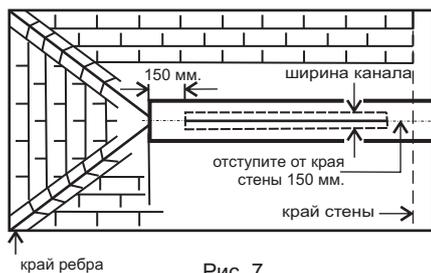
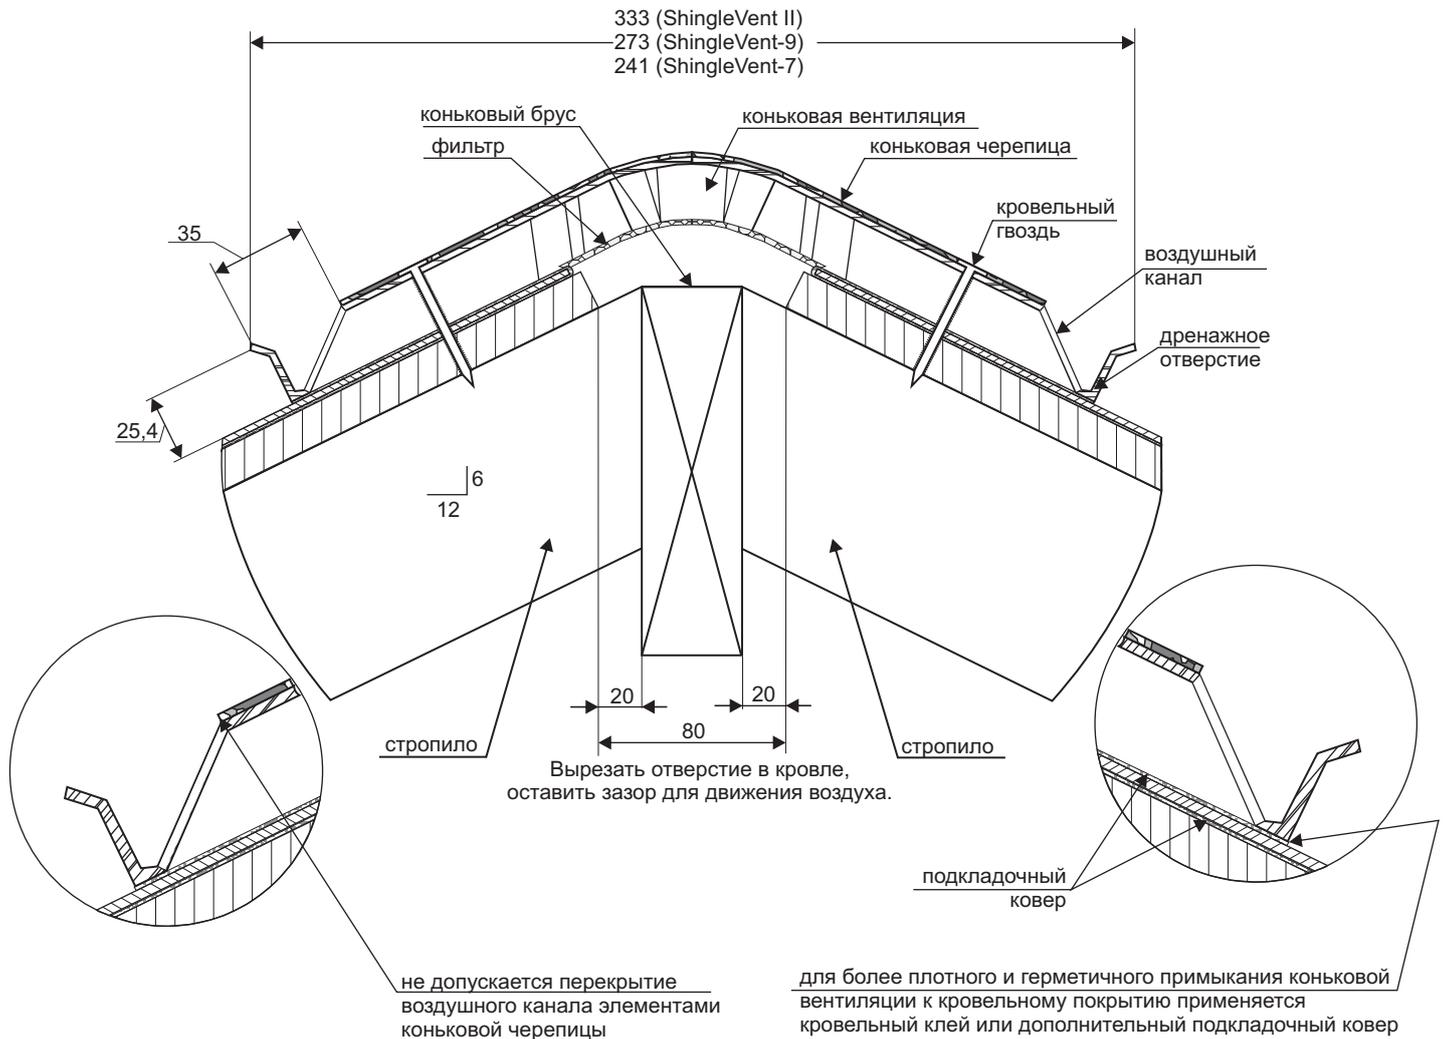

Рис. 7
Рис. 10 Крыша из стропильных ферм с коньковым брусом
7. Подготовьте кровлю к монтажу ShingleVent II: удалите существующие элементы кровельного покрытия (коньковую черепицу) с конька/ребра крыши Рис.1; произведите разметку вентиляционного канала (для этого, в качестве шаблона, используйте специальные продольные метки на ShingleVent II); по средствам разметочного шнура и карандаша (мела), очертите контур вентиляционного канала (так, как это показано на Рис.7, 8, 9); установите глубину надпила дисковой пилы, так, чтобы избежать повреждения стропил и ферм крыши (следуйте рисункам приведенным ниже); аккуратно, по разметочной линии, не повреждая структуру кровельного пирога и не изменяя несущей способности крыши, выпилите отверстие (произведя вертикальный срез, если это возможно) в сплошном основании крыши Рис.2; удалите лишние фрагменты сплошного основания, очистите вентиляционный канал от мусора (опилок и других инородных предметов); используя подкладочный ковер (на основе стеклоткани) или битумную мастику (кровельный клей), добейтесь ровной однородной поверхности по линии примыкания нижней кромки ShingleVent II к кровельному покрытию.
*Помните, что коньковая вентиляция ShingleVent II должна плотно и герметично примыкать к кровельному покрытию. Особое внимание следует обратить на кровельные покрытия с неоднородным рельефом, гонты которых имеют многослойную структуру Рис. 10.**
Оставляйте всегда открытыми дренажные отверстия, находящиеся в нижней части ShingleVent II (Рис. 10).
1. Удалите коньковую черепицу (см. п.7 настоящей инструкции). Используя разметочный шнур и карандаш (мел). Произведите разметку вентиляционного канала (см. Рис.7, 8, 9).
2. Выпилите отверстие в сплошном основании крыши. Избегайте повреждения стропил и ферм крыши (см. Рис. 7, 8, 9, 10). Освободите отверстие от мусора (см. п.7 настоящей инструкции).
6. Прибейте гвоздями коньковую черепицу по специальным разметочным линиям, Рис.10. Гвозди должны быть достаточно длинными, чтобы полностью проникать в основание крыши (см. п.10 настоящей инструкции).
Произведите разметку, для этого отступите от края стены (крыши) или места стыка коньков и ребер (для вальмовой крыши) 150 мм., см. Рис.7. Выпилите проем в сплошном основании крыши. Ширина пропила (канала) должна быть шире толщины коньковой балки не менее чем на 40 мм. (по 20 мм. с каждой стороны), см. Рис.10.